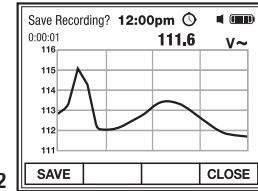

Fig. 12
- Pulse el botón de función F1 **SAVE** para salir y guardar la grabación (Fig. 12).
- Pulse el botón F4 **CLOSE** para salir sin guardar (Fig. 12).